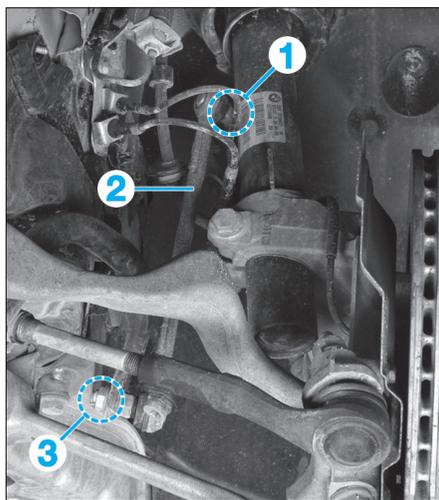
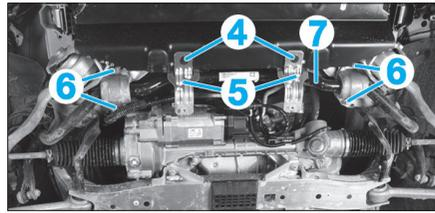

Fig. 16
Fig. 17
- l'écrou (1) puis désaccoupler la biellette de direction (2) du pivot (Fig.16),
- l'écrou (3) puis désaccoupler la biellette de direction du barre stabilisatrice.
- les vis (4) et retirer les supports (5) (Fig.17),
- les écrous (6) des étriers de fixation et retirer la barre stabilisatrice (7) du berceau avant.